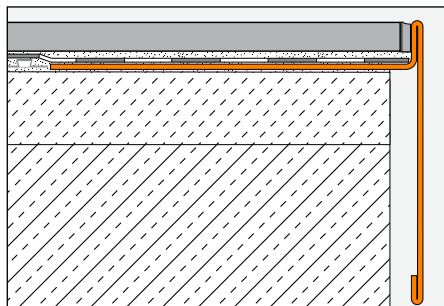
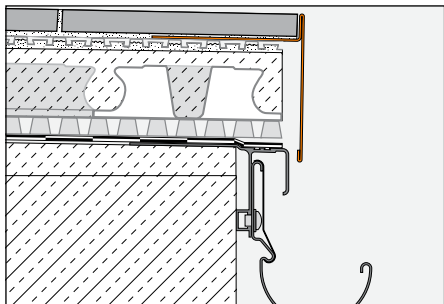

Fig. 4
Fig. 5
Forarbejdning til fast udlægning i kombination med flisebelægning med BARA-RT (fig. 4 og 5)
2. BARA-RT indlejres med det trapezperforerede forankringsben på kanten af pudslaget (fig. 4) eller den allerede udlagte drænmåtte Schlüter-DITRA-DRAIN (fig. 5) i kontaktlaget, bestående af et tyndt limlag, og spatles helt over.